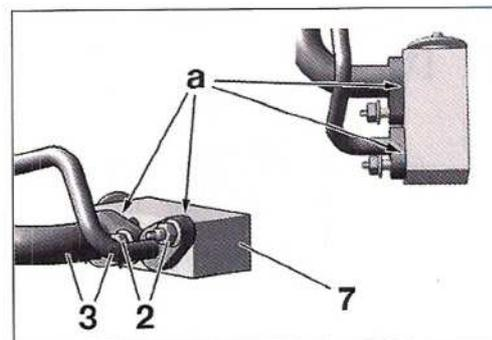

FIG. 37
• Las bridas (A) (Fig.37), deben estar perfectamente apoyadas contra el interface (7).